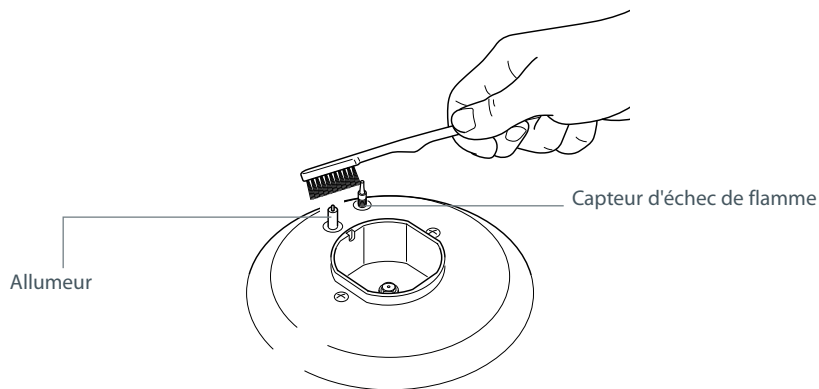

Fig. 25 Nettoyage de l'allumeur et du capteur.
- Votre table de cuisson possède un dispositif de sécurité d'échec de flamme ; chacun des brûleurs est doté d'un capteur d'échec de flamme de même que d'un allumeur (voir Fig. 25).
- Vous avez maintenu le bouton enfoncé pendant au moins 10 secondes. Si les allumeurs ne produisent pas d'étincelles, ils sont peut-être sales ou mouillés. Nettoyez-les à l'aide d'une brosse à dents et d'alcool à friction, tel qu'illustré à la figure 25.
- L'allumeur et le capteur doivent être nettoyés avec soin à l'aide d'une brosse à dents et d'alcool à friction (figure 25).